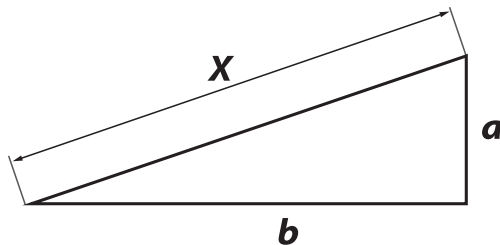

Рис. 4
2. Во втором варианте необходимо измерить длину «**X**», где «**X**» - гипотенуза (Рис. 4).